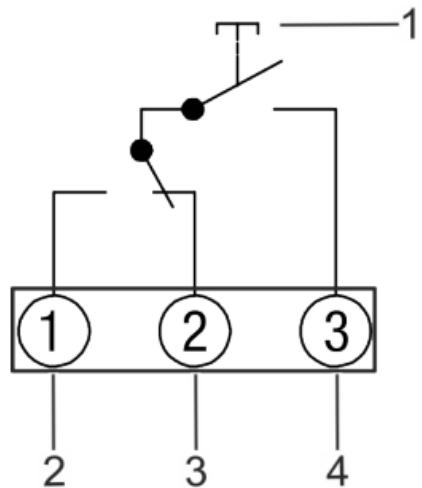

Fig. 4: Schéma de raccordement
4. Insérer les câbles de raccordement dans l'appareil à travers le passe-câble (Fig. 4/7).
5. Insérer et serrer les câbles de raccordement dans la broche correspondante suivant le schéma de raccordement (Fig. 4).
6. Insérer et serrer les câbles de raccordement dans la broche correspondante suivant le schéma de raccordement (Fig. 4).